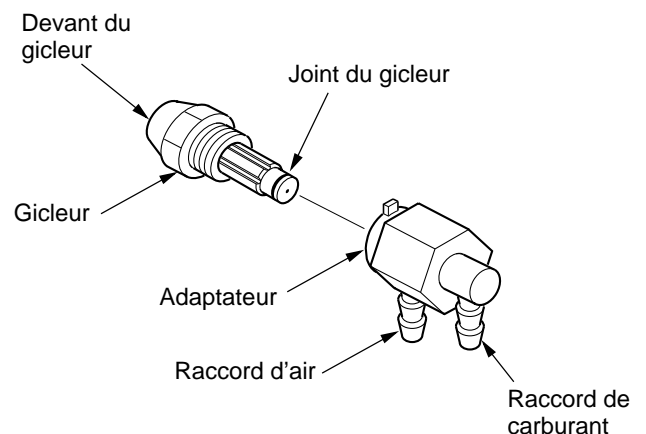

Figure 20 - Gicleur et son adaptateur
6. Avec précaution, retirer le gicleur de son adaptateur à l'aide d'une clé à douille de 5/8 po (voir figure 20).
9. Replacer le gicleur dans son adaptateur en veillant à ce qu'il soit bien en place. Serrer d'un tiers de tour supplémentaire à l'aide d'une clé à douille de 5/8 po de 4,5 à 5,1 Nm (40 à 45 po-lb). Voir figure 20.